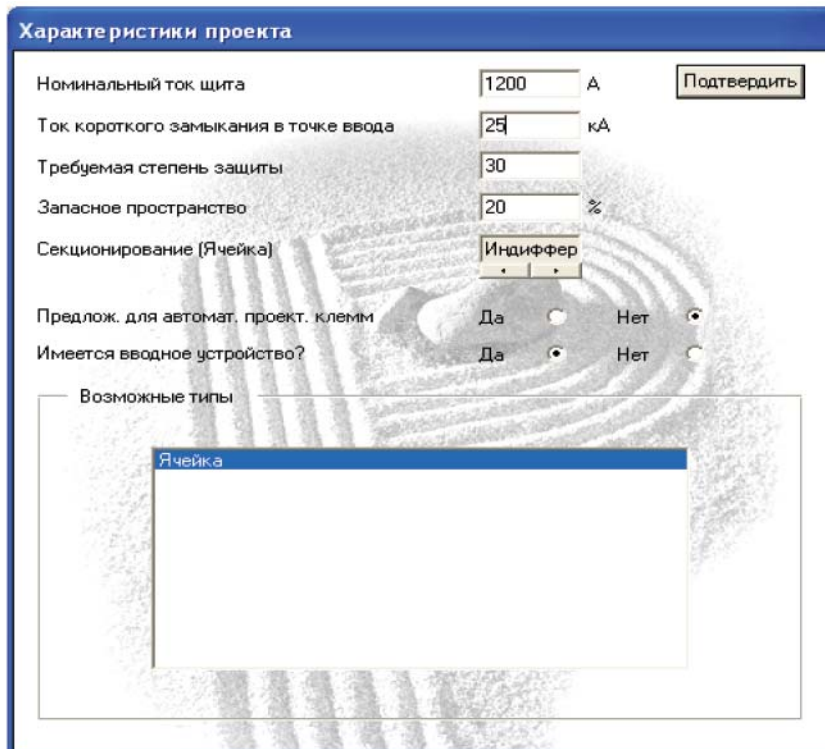

Рис. 94
- 5) Следующим шагом является выбор оборудования. Для выбора оборудования из электронного каталога вызываем команду **Продукт→Электронный каталог Schneider Electric...** Находим в иерархии продукции автоматический выключатель Masterpact NW, дважды кликаем левой кнопкой мыши на его BMP-картинке и заполняем всплывающий формуляр (рис. 94)